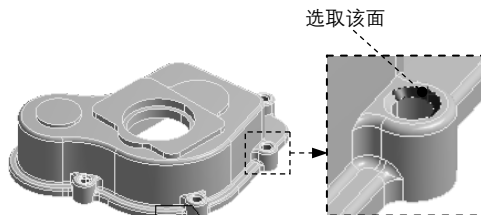

图 2.6.17 选取曲面 (三)
(1) 在图形区选中图 2.6.17 所示的曲面对象并右击，在弹出的快捷菜单中选择